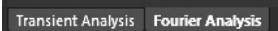

图 3-30 单击 Fourier Analysis 标签
- (1) 运行 Spice 仿真后,弹出消息对话框,关闭该对话框。
(2) 自动打开 PCB_Project1. sdf 文件,在该文件下有两个标签: Transient Analysis 和 Fourier Analysis,单击 Fourier Analysis 标签,如图 3-30 所示。